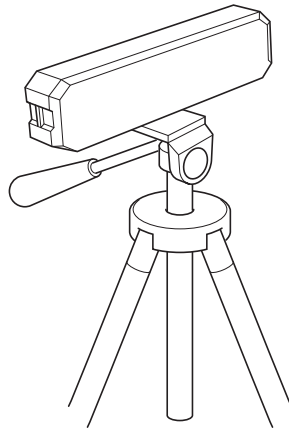

Fig 3
- A base multifunções inclui uma rosca M6.35x1.25 de fixação a um tripé (não incluído) (Fig. 3). Esta é ideal para o nivelamento de armários de cozinhas, lavatórios comuns, enquadramentos de janelas, etc.